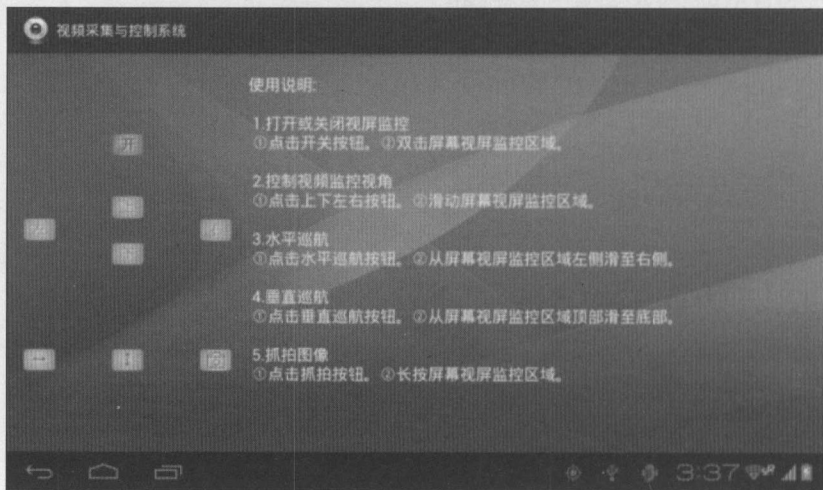

图 3.58 视频监控与采集系统主界面
(1) 根据实际硬件平台修改代码中的智云 ID/KEY、服务器地址、摄像头 IP 地址、摄像头类型、用户名、密码。
(2) 编译 VideoMonitoring 工程，并安装应用程序到 Android 开发平台或 Android 终端内。
(3) 设置 Android 终端设备接入到互联网或者与智云 Android 开发平台设备在同一个局域网内。进入视频监控与采集系统主界面，左侧显示的是一系列控制按钮，右侧是视频监控区域，如图 3.58 所示。